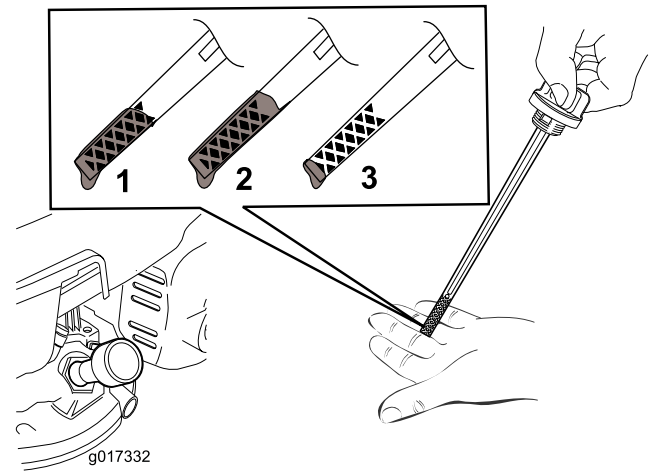

Figura 6
2. Retire la varilla (Figura 6).
Nota: Llene el cárter con aceite hasta que la varilla indique que el nivel del aceite del motor es correcto, según se muestra en Figura 6. Si usted llena demasiado el motor, vacíe el exceso de aceite según se indica en Cómo cambiar el aceite del motor \(página 14\).